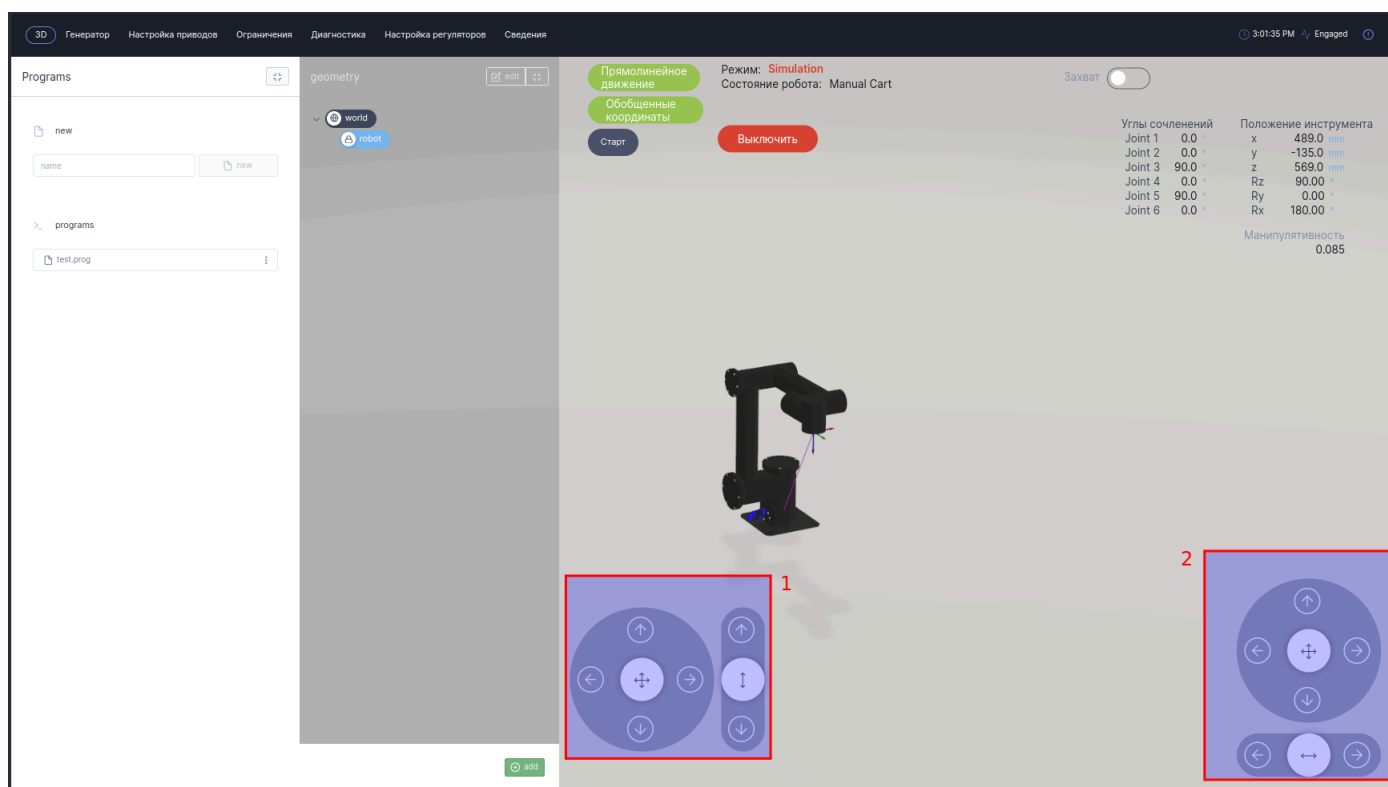

Рис. 3.3
В режиме прямолинейного движения (рис. 3.3) левые джойстики (1) отвечают за линейное перемещение рабочего инструмента, правые джойстики (2) отвечают за изменение ориентации рабочего органа.